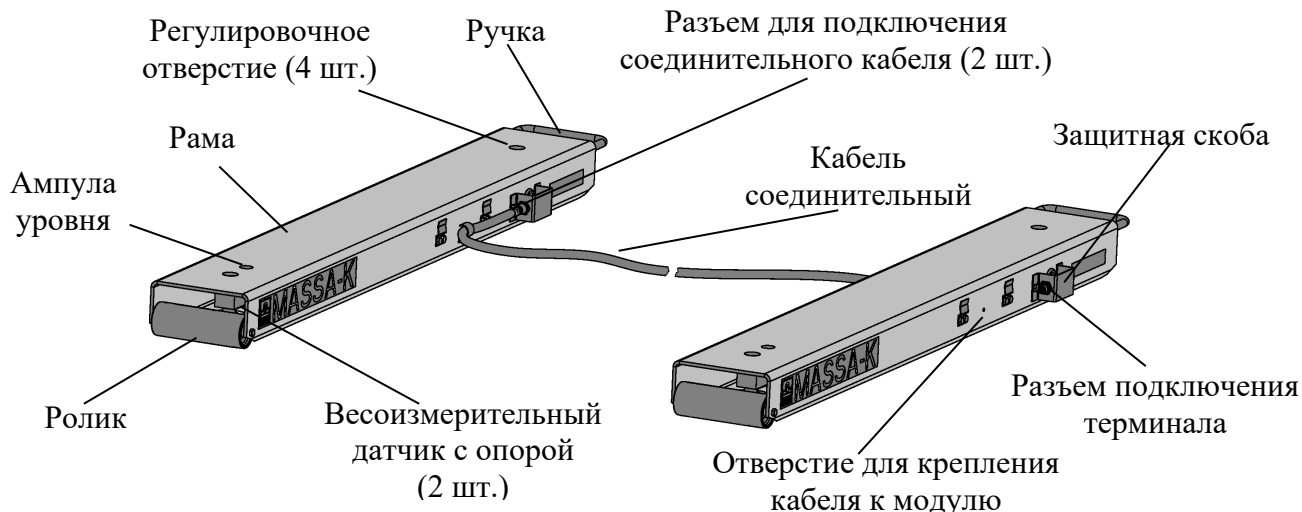

Рисунок 8.1 – Модуль взвешивающий 4D-B_
8.1.1 Модуль состоит из двух однотипных рам с весоизмерительными датчиками (см. рис. 8.1).
8.3.7 Закрепите соединительный кабель к рамам с помощью хомута, плотно затянув винт М6х10 (см. рис. 8.1).
8.3.9 Закрепите кабель для подключения терминала к модулю с помощью хомута, плотно затянув винт М6х10 (см. рис. 8.1).